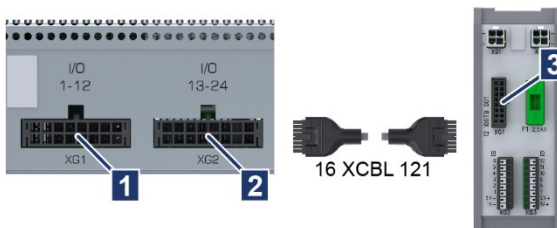

Abb. 6-1: XIO an XIOTB
1. Verbindungskabel 16 XCBL 121 am I/O-Modul in die Buchse XG1 (I/O 1-12) oder XG2 (I/O 13-24) (→ Abb. 6-1/1 und 2) und am Anschlussblock XIOTB in die Buchse XG1 stecken (→ Abb. 6-1/3).